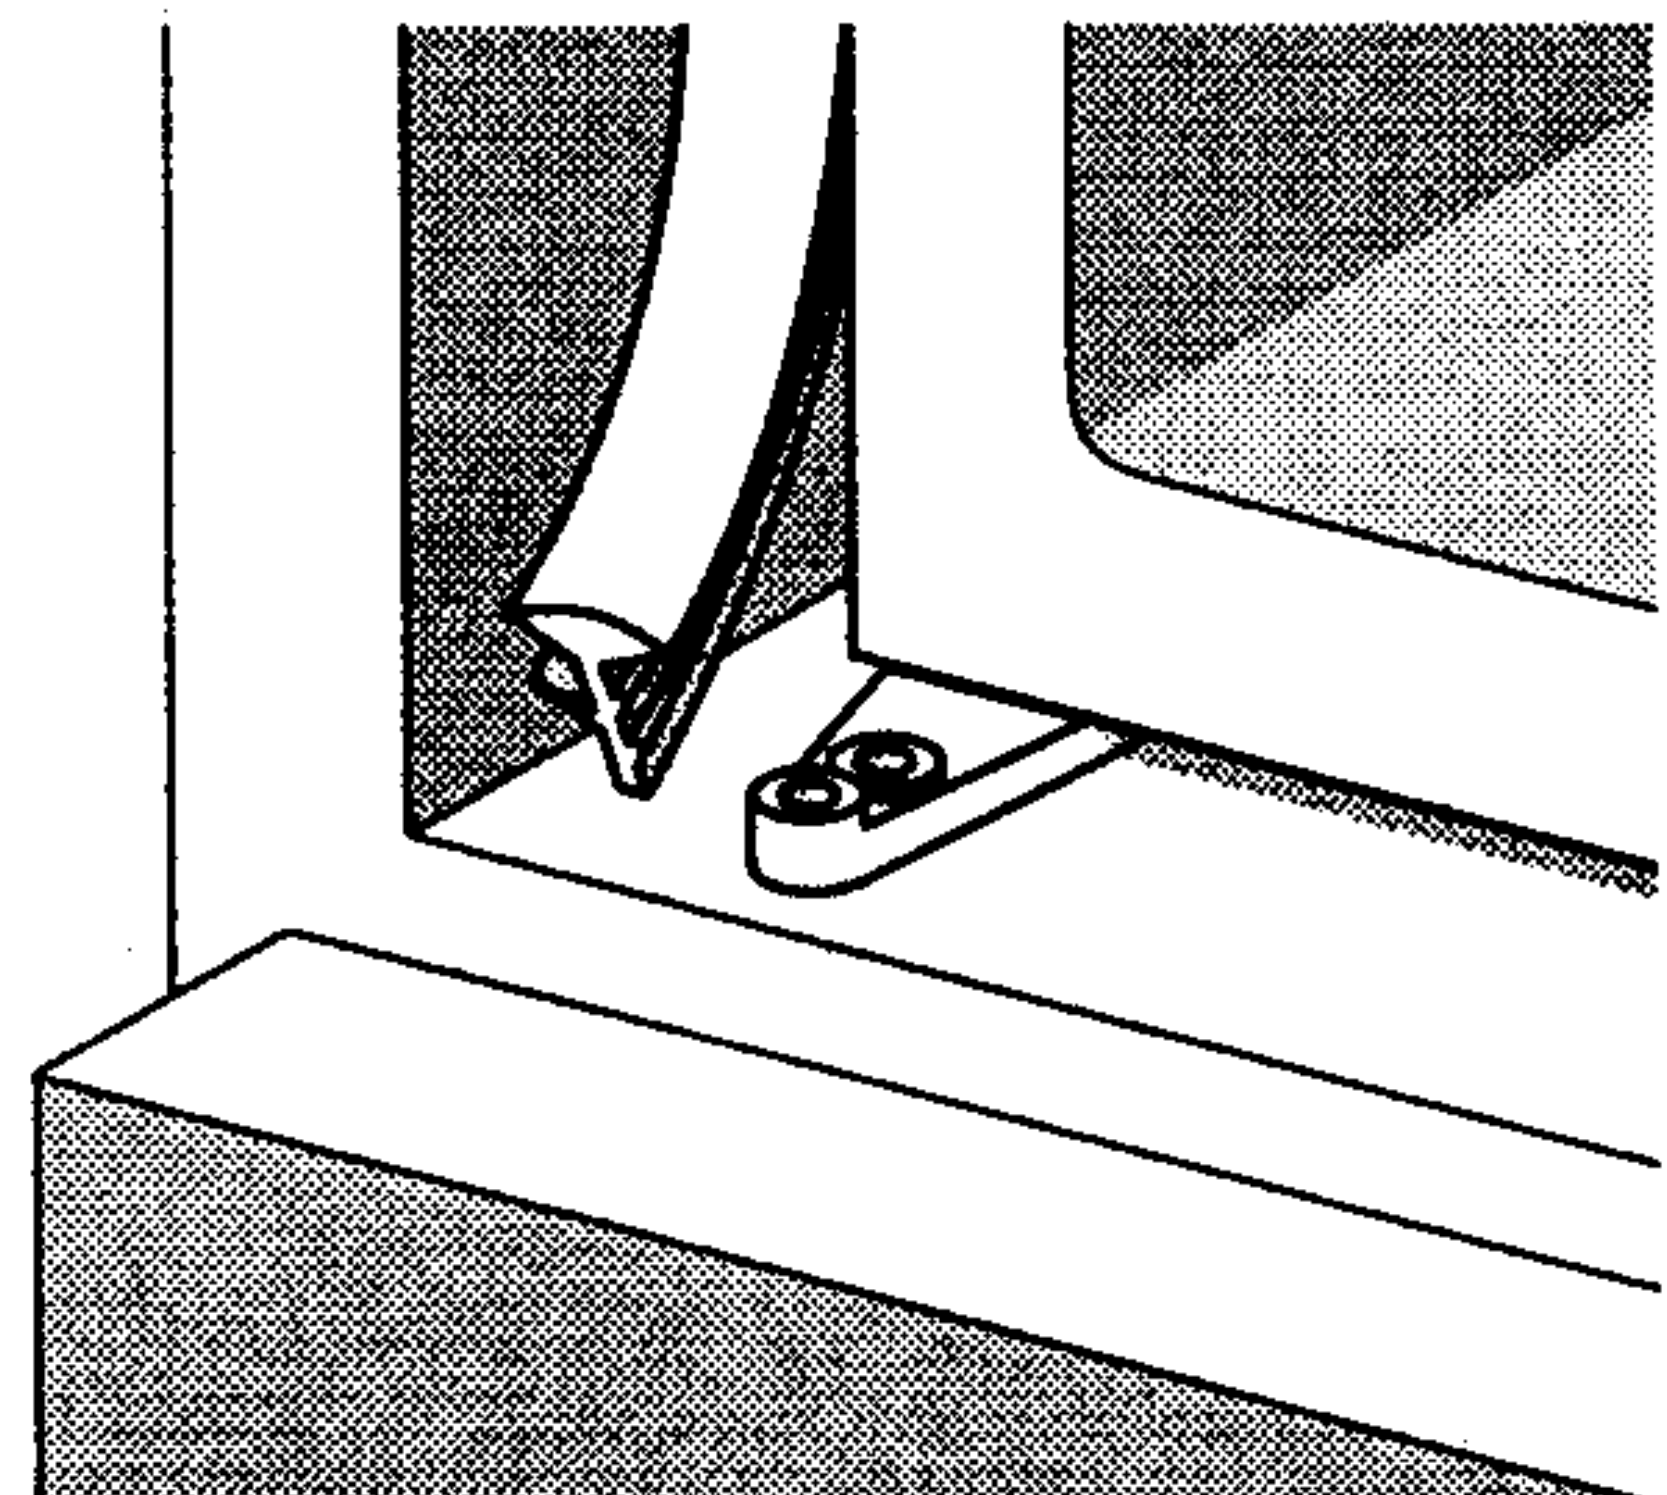

Bild 6
- Der Spalt an der Gegenseite des Türscharniers ist mit der beigelegten Dichtung abzudichten (Bild 6).